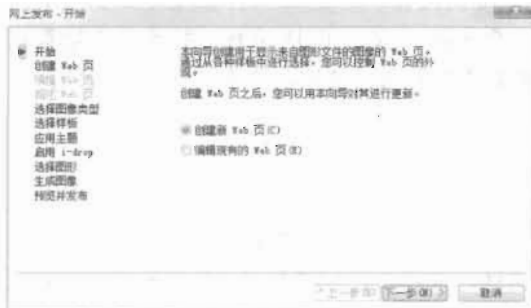

图 17-38
(1) 打开要发布的图形。
(2) 执行“文件>网上发布”菜单命令，打开“网上发布”向导。
(3) 在“网上发布”向导对话框中选择“创建新 Web 页”或“编辑现有的 Web 页”，然后单击“下一步”按钮，如图 17-38 所示。